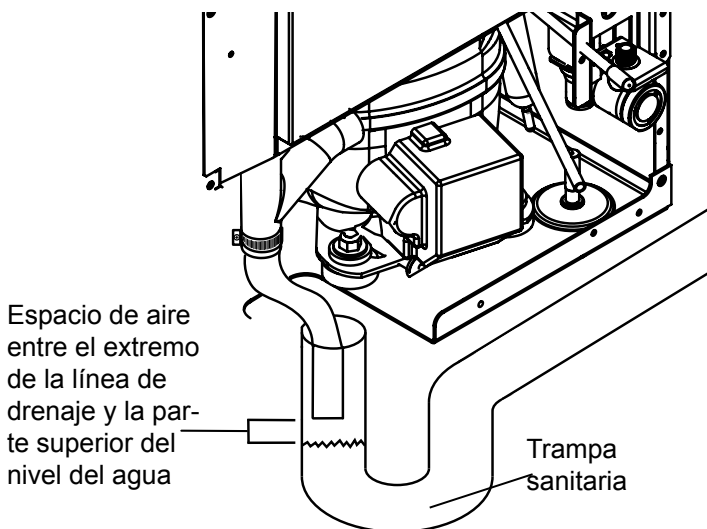

Figura 11: Ejemplo de un drenaje abierto.
- b. Que su línea de drenaje esté introducida en un drenaje abierto (Figura 11),